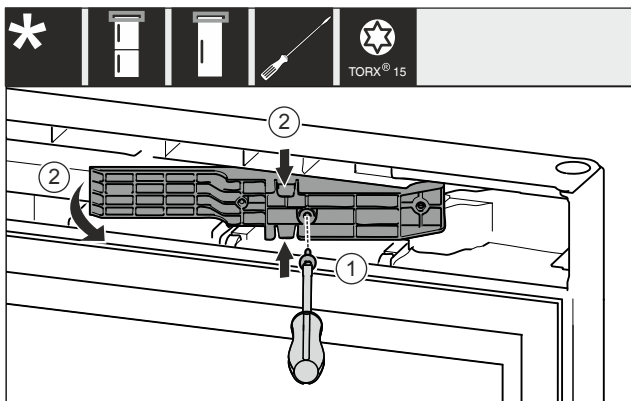

Fig. 12\*
- ▶ Atskrūvējiet skrūves ar skrūvgriezi T15. Fig. 12 (1)\*
- ▶ Izvelciet adapteri. Fig. 12 (2)\*